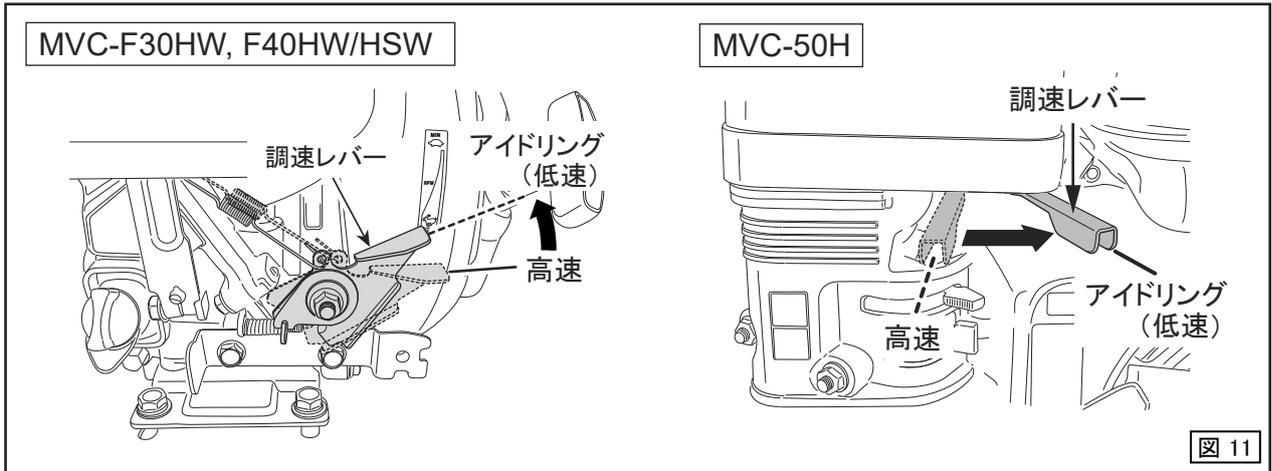

図 11
3. 運転を止める時は、调速レバーを一気にアイドルリング(低速)の位置へ戻してください。(図11)